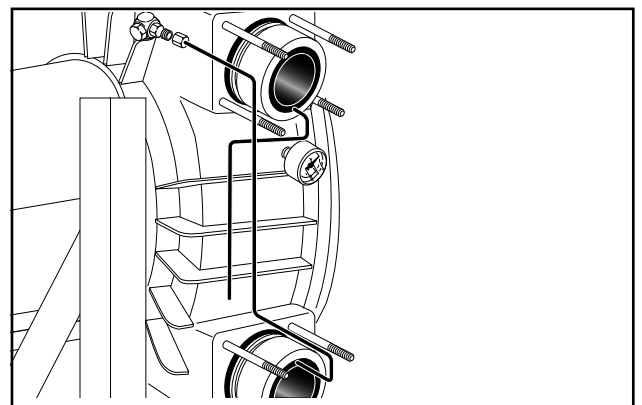

Abb. 24 Entlüftungsröhrchen
3. Das Entlüftungsröhrchen saugseitig wird durch eine andere Ausföhren ersetzt und mit der Winkelverschraubung an der Pumpenrückseite verbunden. Das Entlüftungsröhrchen druckseitig wird ins Freie geleitet (Abb. 24).